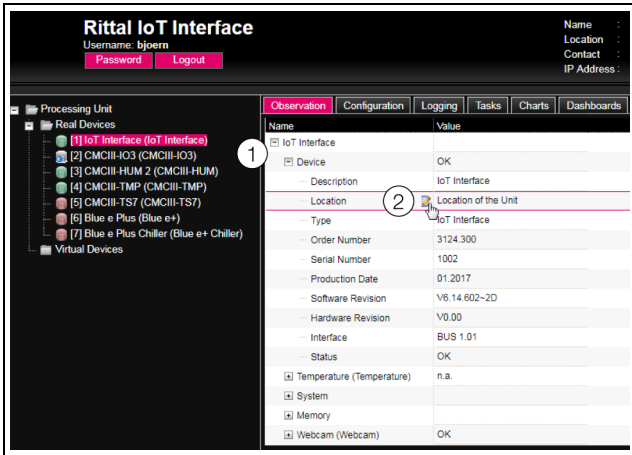

Fig. 23 : sélection d'un paramètre unique
- ouvrir successivement les éléments « Interface IoT » et « Device » en cliquant sur le signe « Plus » devant l'élément (fig. 23, pos. 1).
- Placer le curseur de la souris à la fin de la première colonne dans la ligne « Location » (fig. 23, pos. 2). Un symbole « Edit » est affiché et le curseur de la souris se transforme en symbole « Main ».